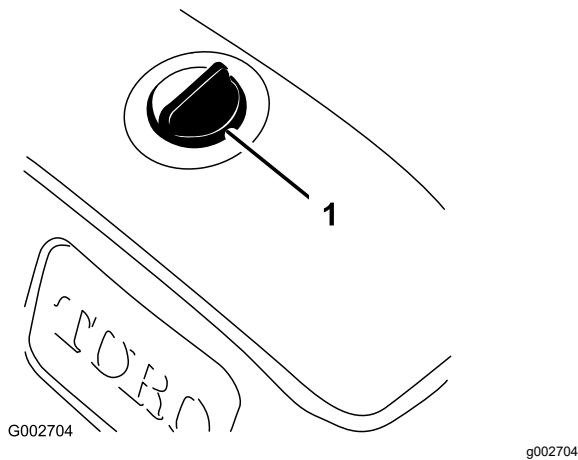

Figura 16
2. Pulite attorno al tappo del serbatoio idraulico per impedire l'ingresso di corpi estranei nel serbatoio (Figura 16).